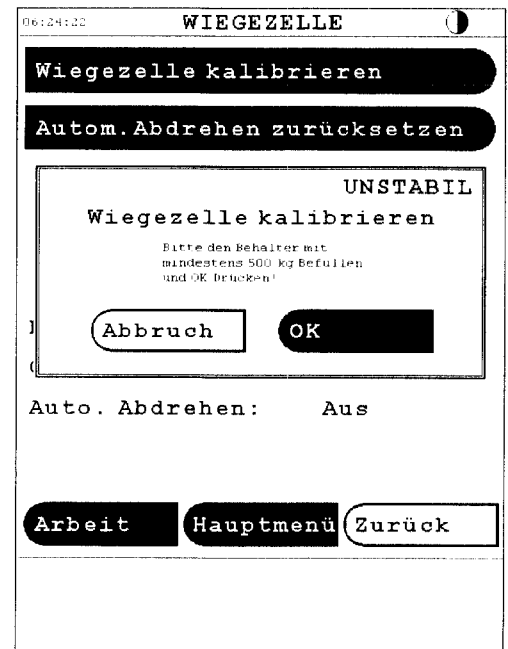

Fig. 30
- Warten bis im Menü *STABIL* aufblinkt, die **OK** Taste drücken. ( Fig. 30)